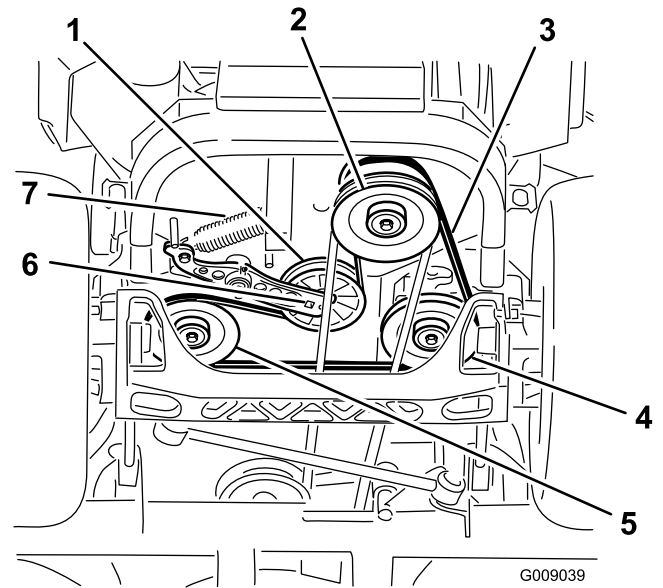

Bild 80
4. Heben Sie die Maschine an und stützen Sie sie mit Achsständern ab (Bild 80).
5. Setzen Sie eine Ratsche in das rechteckige Loch im Spannarm ein, um die Spannscheibenfeder zu entfernen (Bild 80).
6. Haken Sie die Spannscheibenfeder vom Rahmen aus (Bild 80).
9. Setzen Sie einen Schraubenschlüssel in das rechteckige Loch im Spannarm ein, um die Spannscheibenfeder im Rahmen einzusetzen (Bild 80).